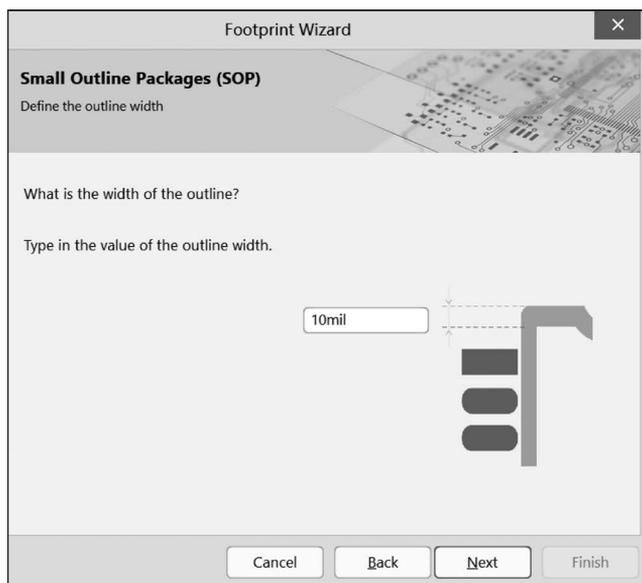

图 3-31 设置外沿线宽
(5) 单击 Next 按钮后,进入外沿线宽设置,默认 10mil,如图 3-31 所示。